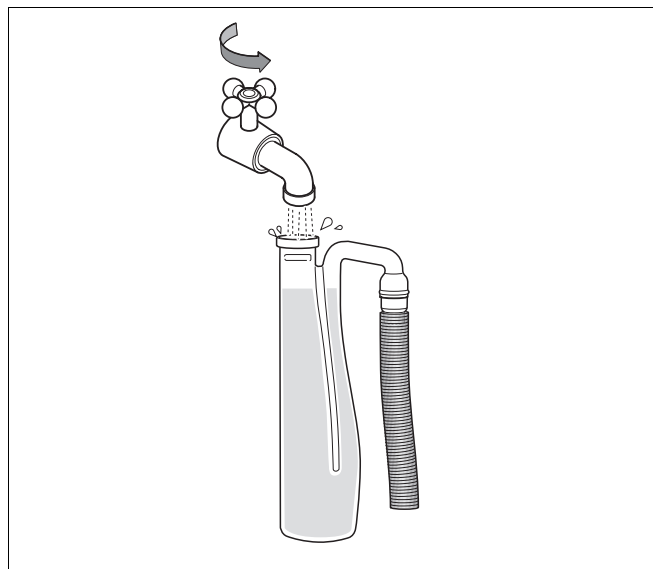

Fig. 64 Sifon met water vullen
- Vul het sifon met één liter water (→ fig. 64) en monteer het sifon.